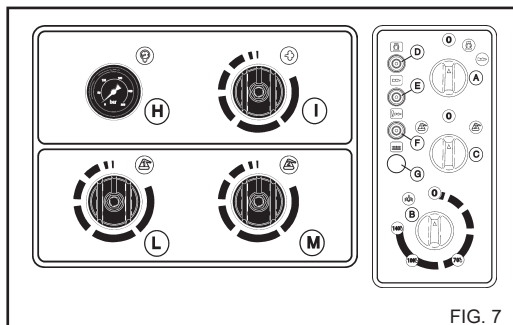

FIG. 7
Поверните регулятор термостата «B» (Рис. 7) в положение «Пар» для увеличения температуры воды (140°C - 284°F).
При использовании аппарата в режиме кипящей воды, функция «Пар», не подходите близко к нагретым частям аппарата и выхлопу отработавших газов (риск ожогов). По завершению использования пара переведите регулятор термостата «B» в положение «0» (рис. 7) и оставьте открытым пистолет примерно на 3 минуты, чтобы охладить аппарат.
- 2) Запустите аппарат, выберете моющее средство (1 или 2) с помощью ручки (С рис. 7). Поверните соответствующий регулятор против часовой стрелки, (L) для моющего средства 1 и (M) для моющего средства 2 (рис. 7) распылите раствор на загрязненную поверхность снизу вверх. Оставьте раствор на несколько минут.